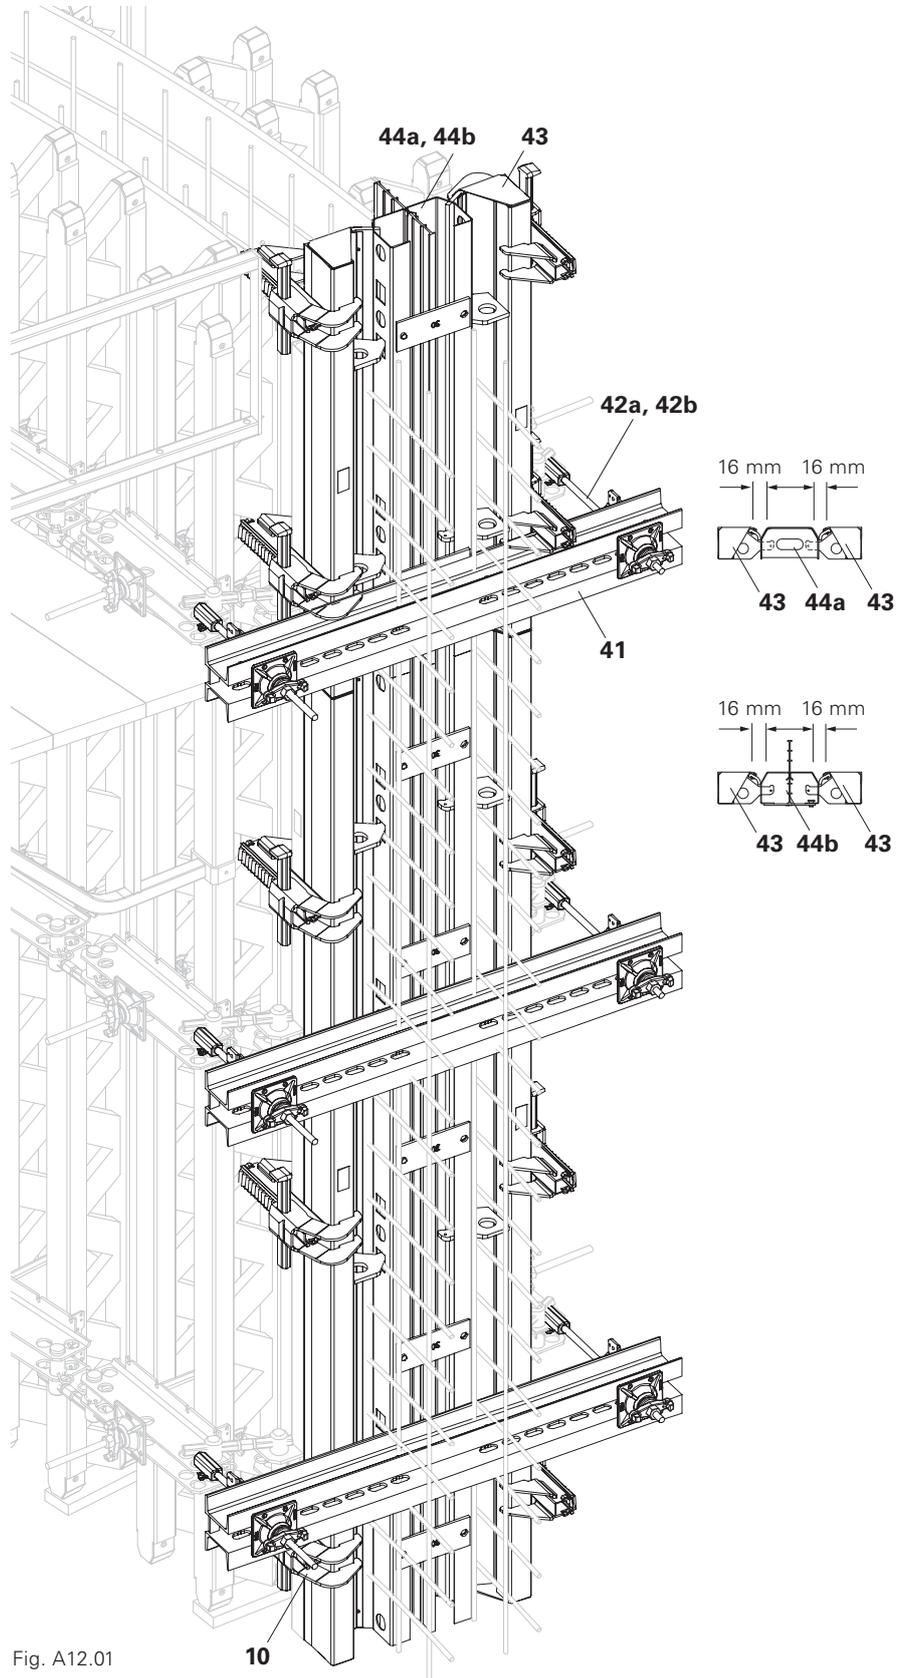

Fig. A12.01
1. Posicionar la primera cara del encofrado y fijar la pieza de borde AT (43) con cerrojo BFD (10) a la misma.
5. Montar correa (41) y gancho tensor (42a + 42b).
- (Fig. A12.01)
(Fig. A12.01)